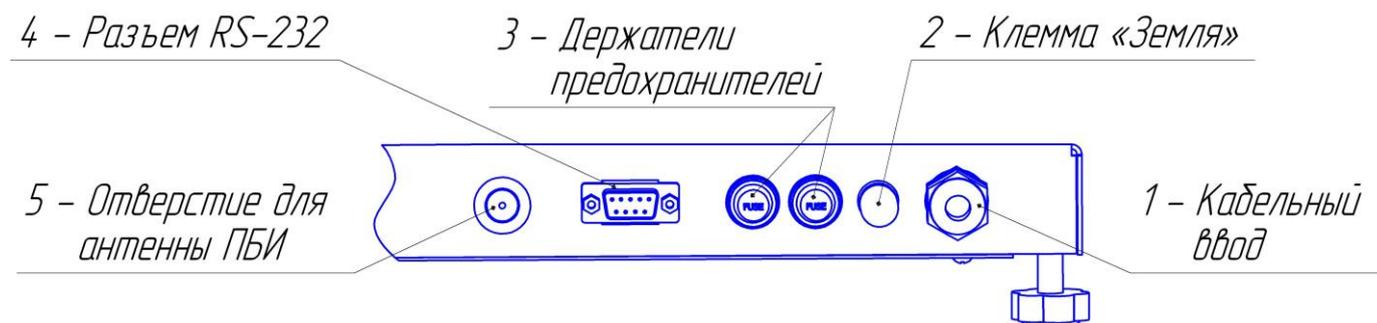

Рисунок 6 - Вид основания сзади
На задней стенке основания (рисунок 6) находятся: кабельный ввод 1 для шнура питания, клемма «Земля» 2 для заземления аппарата, держатели предохранителей 3, разъем RS-232 4, отверстие для антенны ПБИ 5.
3.1.3 Если аппарат эксплуатируется совместно с ПБИ¹, подключить к разъёму, установленному в отверстие для антенны ПБИ (рисунок 6 на странице 7), антенну из комплекта принадлежностей.
3.1.5 Клемму заземления (рисунок 6 на странице 7) подключить к внешней заземляющей шине.
- 5) аппарат должен быть заземлен через клемму заземления (рисунок 6 на странице 7);